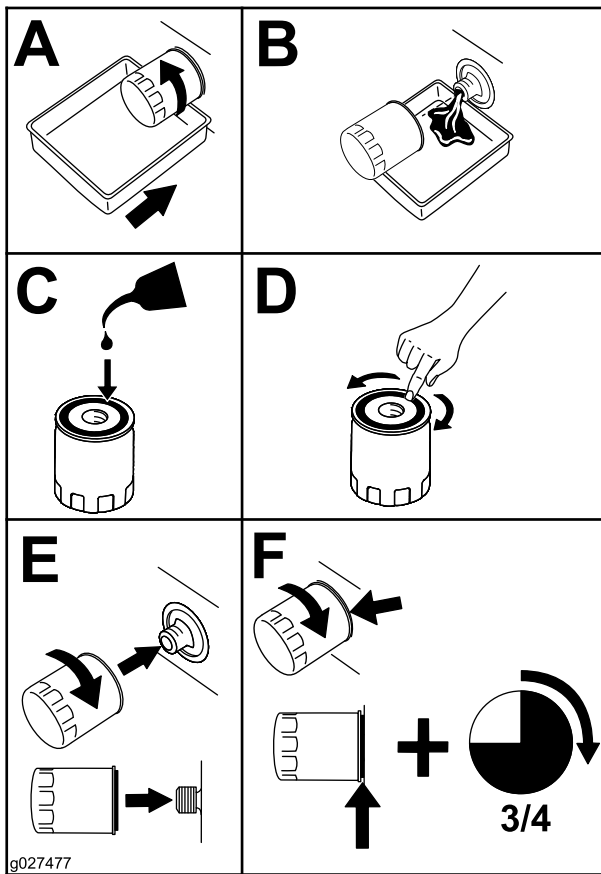

Figura 38
5. Sustituya el filtro de aceite del motor (Figura 38).